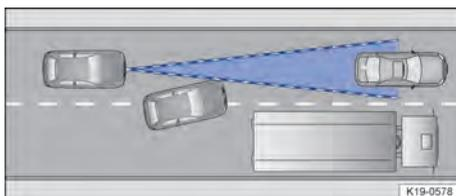

Fig. 122 Mudança de faixa.
- Veículos que mudam para a faixa própria diretamente na frente do próprio veículo → Fig. 122.